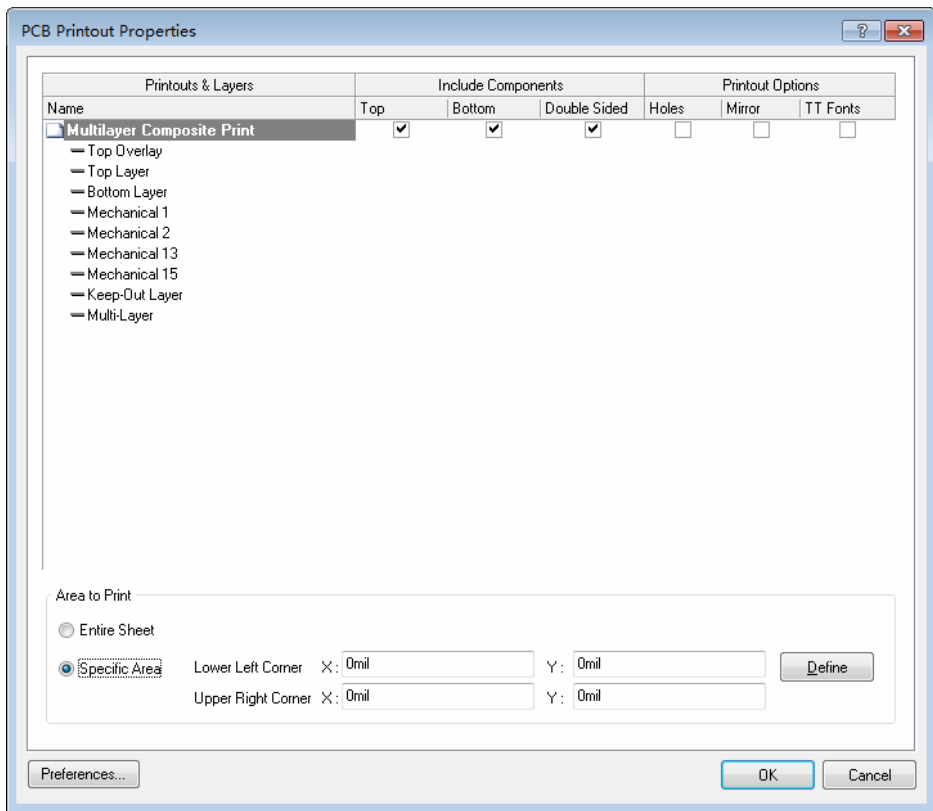
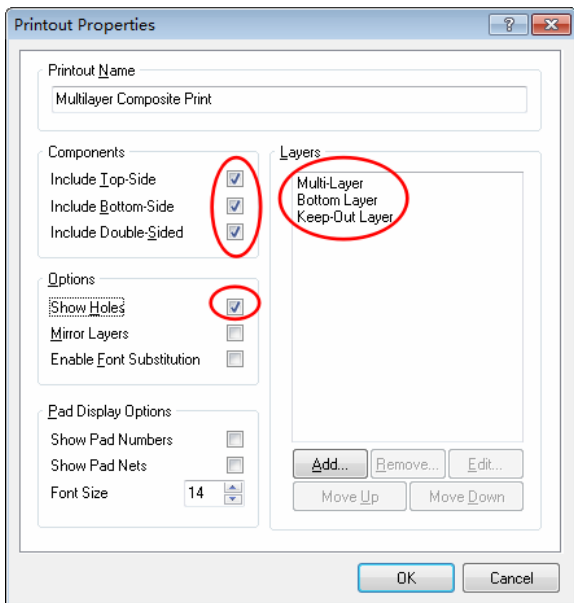

图 16-41 PCB Printout Properties 对话框
图 16-46 单面板打印的 Printout 属性对话框
单击 **Advanced** 按钮打开 **PCB Printout Properties** 对话框，如图 16-41 所示。
1) **Printouts & Layers** 列: 一个 Printout 包含多个板层，对应一张打印纸，所有板层都叠加打印在这张打印纸上。图 16-41 中深灰色背景的 Multilayer
(2) 单击 Advanced 按钮, 进入 PCB Printout Properties 对话框, 如图 16-41 所示, 右键单击当前的 Printout, 在弹出菜单中选择 Properties, 打开 Printout Properties 对话框, 如图 16-46 所示, 在该对话框中进行如下设置。
最终的设置结果如图 16-46 所示。